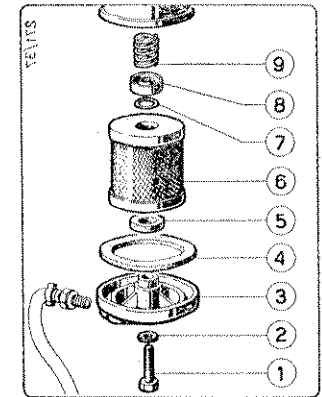

Fig. 9 - FILTRO COMBUSTIBILE
- Rimontare il filtro come indicato nella Fig. 9.